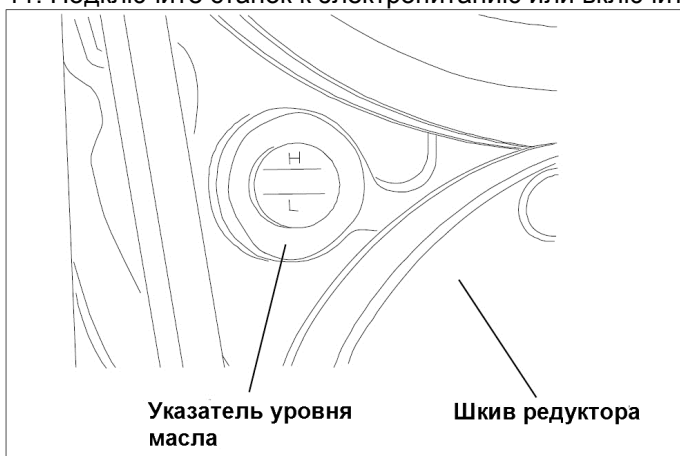

Рисунок 15. Маслоуказатель редуктора
7. Добавьте смазку, пока ее уровень не будет доходить до метки на маслоуказателе (см. рис. 15). Используйте смазку для редукторов Shell Spirax HD 90.